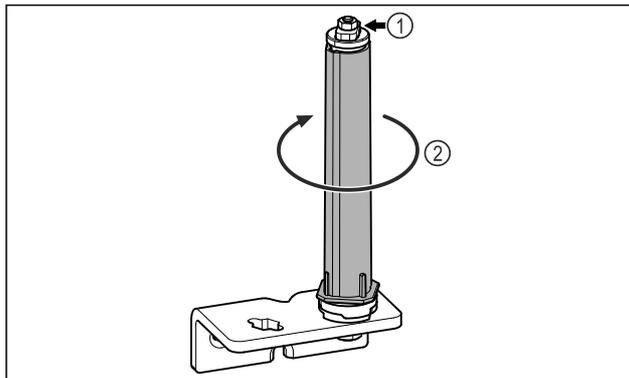

Fig. 29
- ▶ Μην αποσυναρμολογείτε το σύστημα κλεισίματος πόρτας Fig. 29 (1).
- ▶ Περιστρέψτε το σύστημα κλεισίματος Fig. 29 (2), μέχρι να κάνει κλικ.